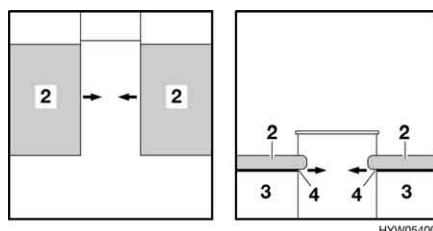

Fig. 50 Durante la trasformazione
- Estrarre il telaio portamaterasso (Fig. 50,4) per l'allargamento del letto sul cassone sinistro e su quello destro.